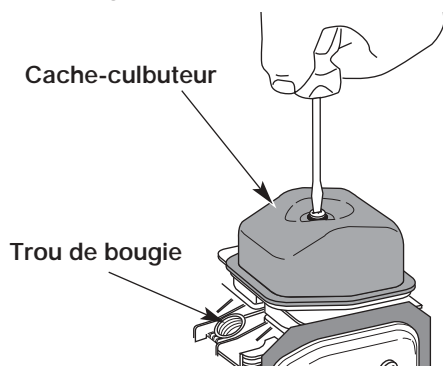

Fig. 44
7. Nettoyez toute saleté autour du cache-culbuteur. Retirez la vis retenant le cache-culbuteur à l'aide d'un tournevis à lame plate large ou à mèche no. T-25 Torx (Fig. 44). Enlevez le cache-culbuteur et le joint.
- Le piston est au sommet de sa course lorsqu'on regarde par le trou de la bougie (Fig. 44)